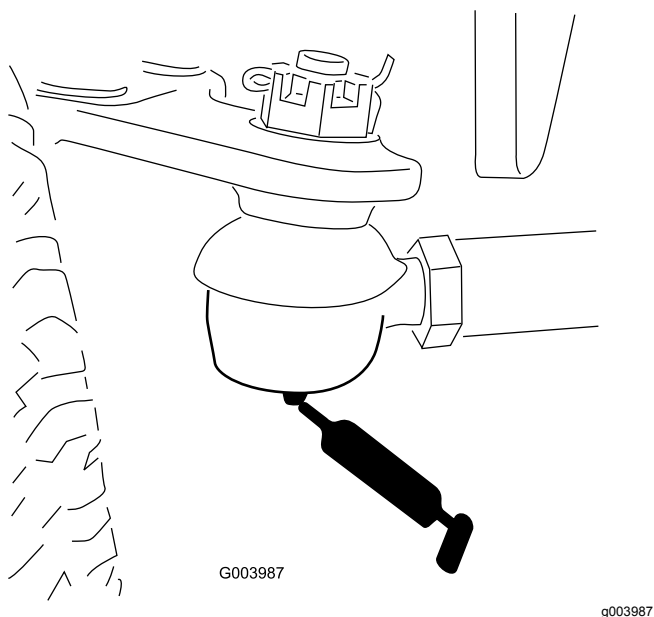

Figure 51
- Bielle d'essieu arrière (2) (Figure 51).